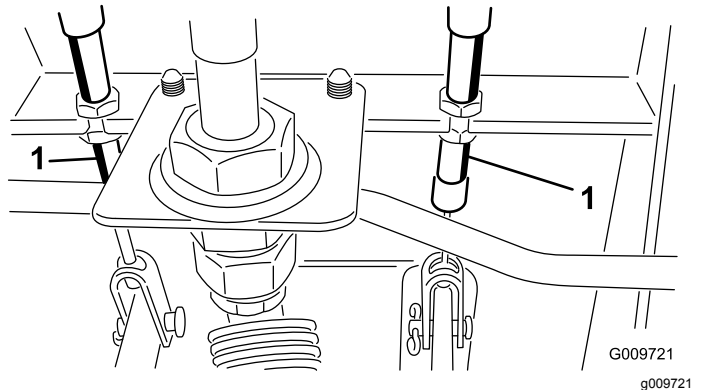

Figure 58
- A. Desserrez l'écrou avant sur l'extrémité fileté du câble de frein (Figure 58).